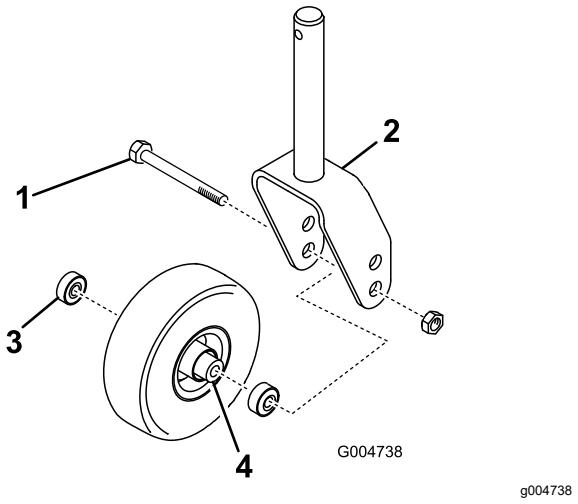
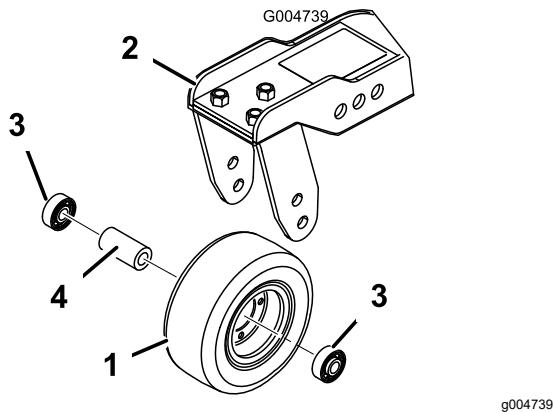

Figura 90
Figura 91
1. Retire la contratuerca del perno que sujetla el conjunto de la rueda giratoria entre la horquilla (Figura 90) o al brazo de pivote (Figura 91).
2. Retire el cojinete de la rueda y deje que se caiga el suplemento del cojinete (Figura 90 y Figura 91).